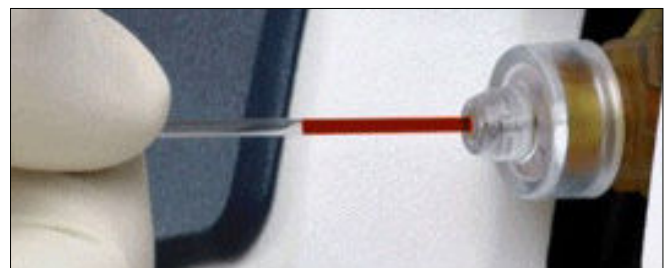

Figure 3.8 Tube capillaire dans l'adaptateur capillaire
10. Fixez le tube capillaire dans l'adaptateur capillaire (Figure 3.8).